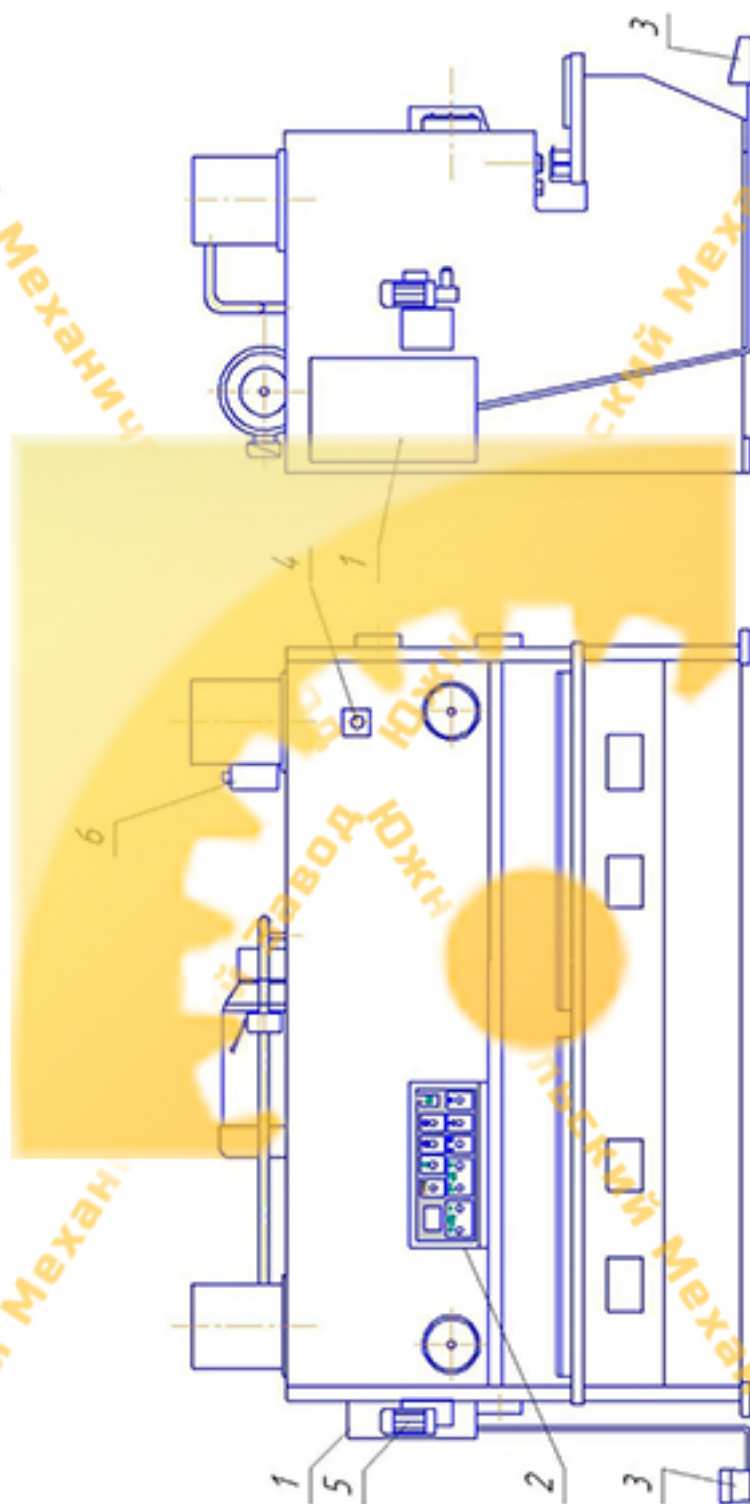

Рис. 3 Расположение органов управления
5.1. Общий вид с обозначением органов управления (рис. 3).
| Поз. см. рис.3 | Органы управления и их назначение                     |